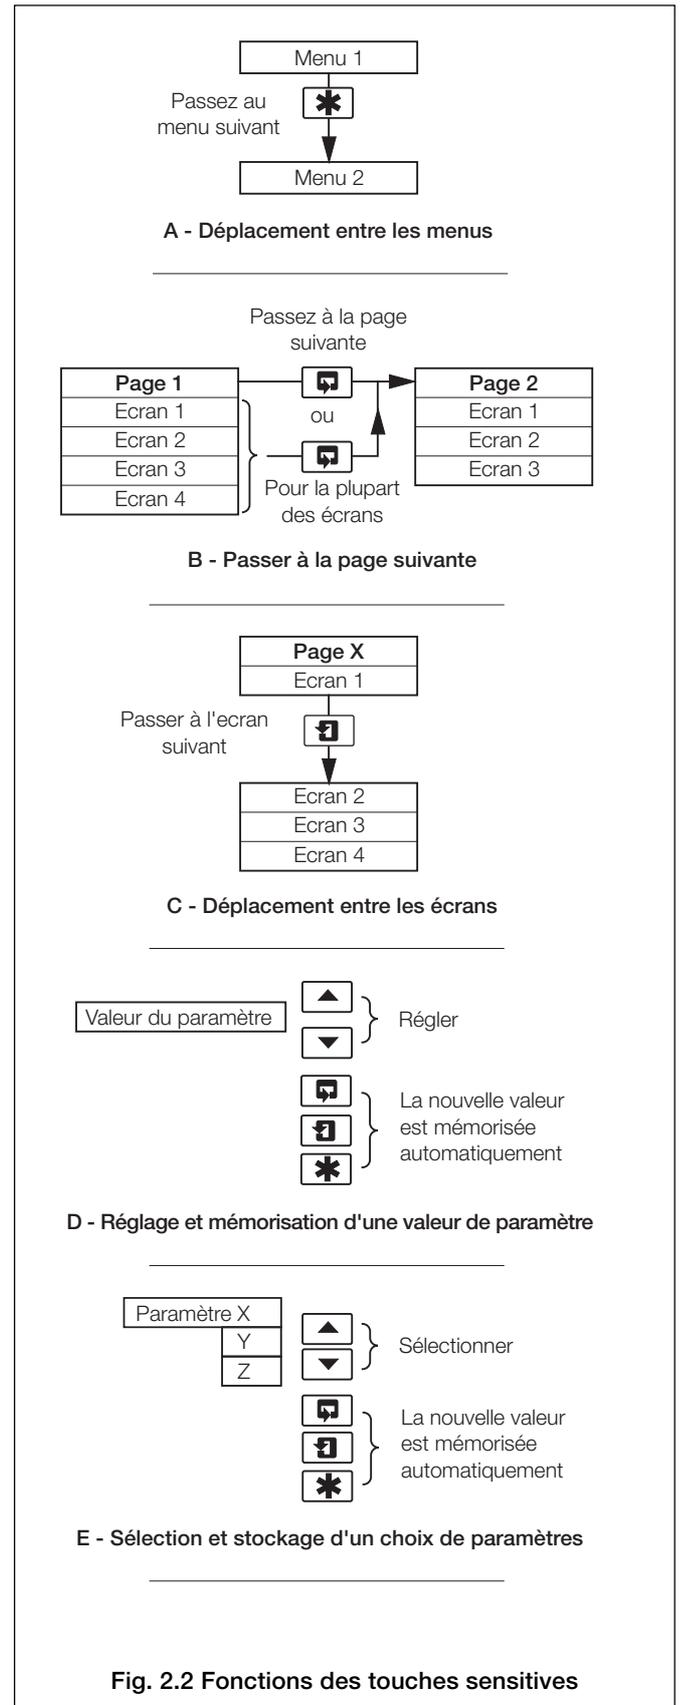

Fig. 2.2 Fonctions des touches sensibles
2.2.1 Fonctions des touches sensibles – Fig. 2.2